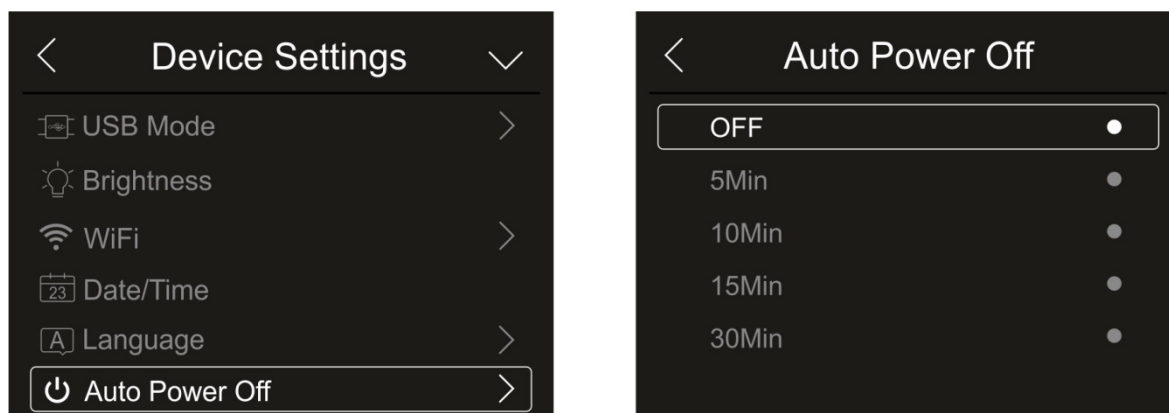

Fig. 18: Configuração de desligar automaticamente
1. Clicar em “Date/Time” para definir a data/hora do sistema. O ecrã da Fig. 18 - lado direito é exibido: